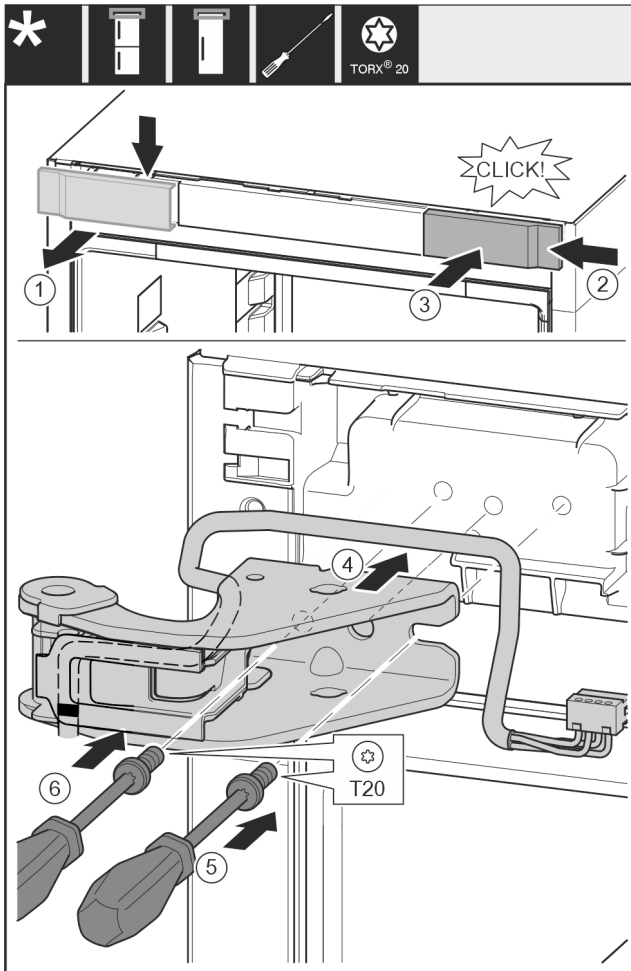

Fig. 33
- Afdekking Fig. 33 (1) van boven af naar voren lostrekken.
- Afdekking Fig. 33 (2) 180° gedraaid aan de andere zijde van rechts inhangen.
- Afdekking Fig. 33 (3) vastklikken.
- Bovenste lagerbok Fig. 33 (4) bevestigen.
- Schroef Fig. 33 (5) met schroevendraaijer plaatsen en vastdraaien.
- Schroef Fig. 33 (6) met schroevendraaijer plaatsen en vastdraaien.